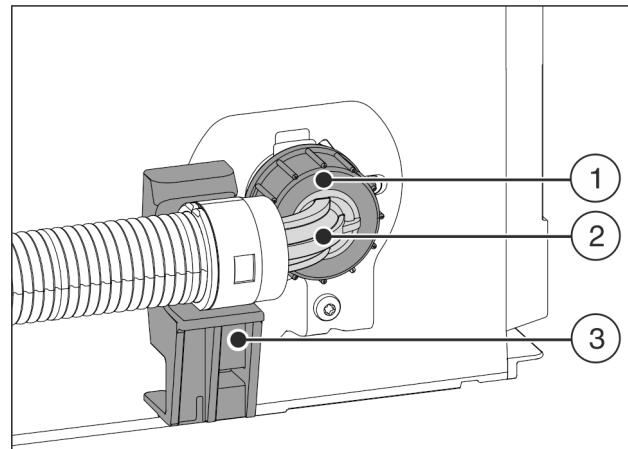

Fig. 23
- Pozicionirajte savijen završetak crijeva Fig. 23 (2) vodoravno na držać Fig. 23 (3) i držite ga.
- Maticu Fig. 23 (1) rukom zavrnete na navoj tako da je osiguran čvrst, siguran spoj.